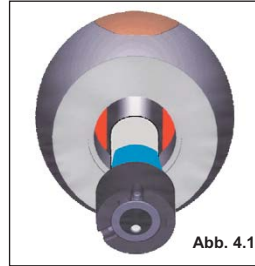

Abb. 4.1
Tome ahora la lámpara nueva e introdúzcala por el lateral con las muescas de sujeción por el portalámparas. Gire la lámpara de tal manera que ambos pasadores del casquillo de la bombilla queden introducidas dentro de las muescas de sujeción del portalámparas. Tenga cuidado de no tocar la ampolla de vidrio de la lámpara con los dedos y límpiela con un trapo limpio. Tome la carcasa del intermitente y sosténgala con la abertura de rosca hacia arriba. Gire el portalámparas junto con la lámpara de tal manera que ambas bridas de ajuste (en la imagen 4.1 de color azul) del portalámparas puedan deslizarse entre las áreas contiguas en forma de media luna visibles en la carcasa del intermitente (en la imagen de color rojo). Pase el portalámparas con el cristal de la lámpara hacia abajo en el diámetro roscado. Ahora tome la pieza multifuncional (4) y aflójela sobre la carcasa del intermitente con la mano y con cuidado. Si la pieza multifuncional no se puede enroscar, el portalámparas no está alineado correctamente en la carcasa del intermitente. En este caso, alinee el portalámparas con la nueva lámpara. Vuelva a girar la carcasa del intermitente según lo descrito más arriba sobre la pieza multifuncional. Si el plato roscado cierra a ras con la carcasa del intermitente, coloque una llave fija de 10 mm en la superficie de llave de la pieza multifuncional y atornille la pieza multifuncional. Ahora vuelva a pasar el intermitente hasta la mitad de la goma de sujeción en el manillar y siga adelante como se describe en el cap.3.4. No se olvide de la alineación final y exacta del intermitente.